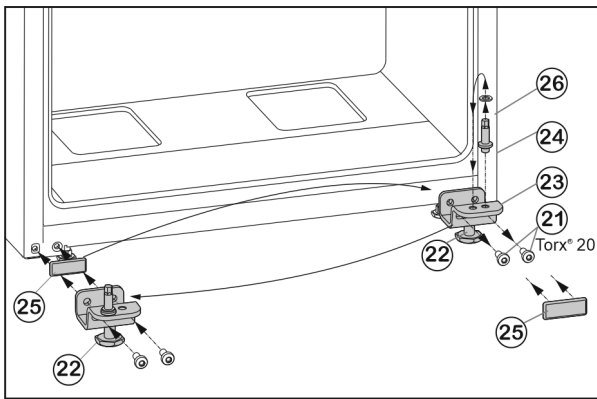

Fig. 7
- ▶ Upevňovací šrouby Fig. 7 (21) odšroubujte.
- ▶ Vyjměte spodní stojan ložiska Fig. 7 (23) i s ložiskovým čepem Fig. 7 (24), podložkou Fig. 7 (26) a seřizovací nožkou Fig. 7 (22).
- ▶ Ložiskový čep Fig. 7 (24) kompletně odšroubujte i s podložkou Fig. 7 (26), přemístěte do protilehlého upínacího otvoru stojanu ložiska a opět přišroubujte.
- ▶ Krycí desku Fig. 7 (25) opatrně sejměte a přemístěte ji na protější stranu.
- ▶ Dolní stojan ložiska Fig. 7 (23) opět kompletně, i s ložiskovým čepem Fig. 7 (24), podložkou Fig. 7 (26) a seřizovací nožkou Fig. 7 (22), případně s pomocí akumulátorového šroubováku **silou (4 Nm)** našroubujte na nové straně závěsu dveří.
- ▶ Dveře nasadíte shora na ložiskový čep Fig. 7 (24).
- ▶ Seřizovací nožku Fig. 7 (22) na spodním stojanu ložiska Fig. 7 (23) vytáčejte, až dosedne na zem.